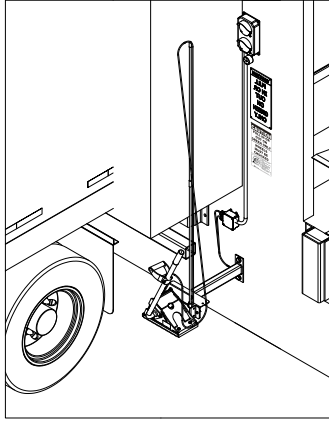

Figura 9
- Muelles de carga con abrigos de muelle que sobresalgan al menos 61 cm (24"). Consulte la Figura 9.
- a. Si se monta directamente en la pared del edificio. Consulte la Figura 9.